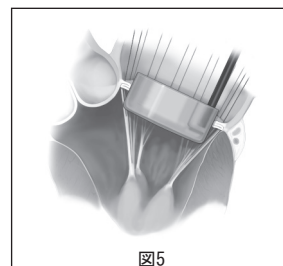

図5
4. バレルサイザ（モデル1173B）を用いてサイジングを行うときは、サイズの円筒部を患者の弁輪に通過させます（図5）。